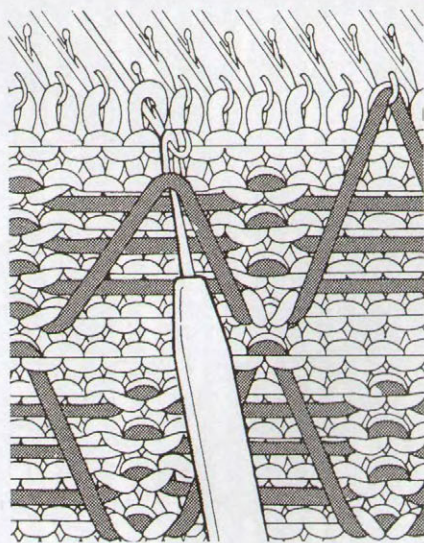

рис. 20
5. Прямой подъем первой протяжки (рис. 20):